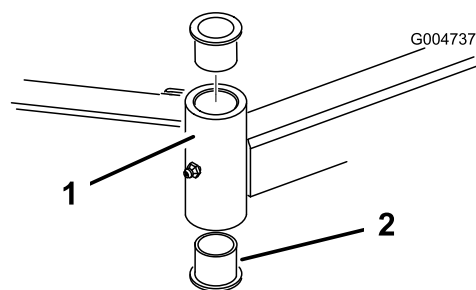

Figura 84
- Inserite un punteruolo nella parte superiore o inferiore del tubo di fissaggio, e spingete la boccola fuori del tubo (Figura 84).